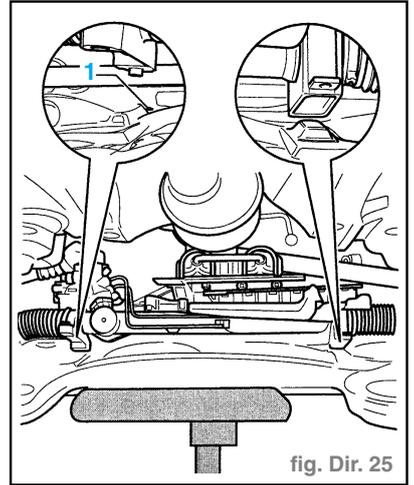

fig. Dir. 25
- Installer le mécanisme de servodirection dans le support du groupe motopropulseur au moyen de la douille de guidage (1) et serrer avec de nouvelles vis à la main (fig. Dir. 25).